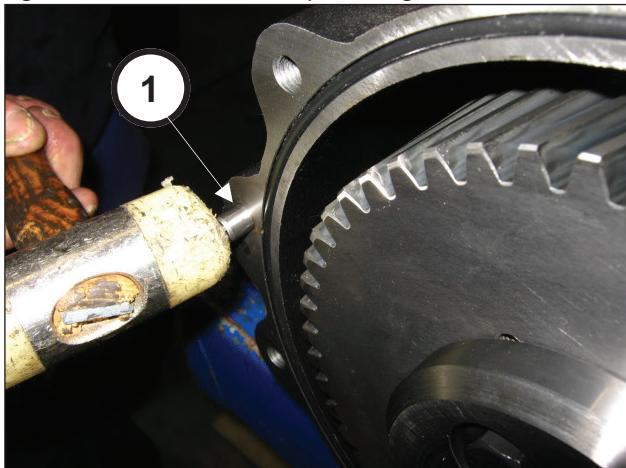

Fig. 83
Coloque os 2 pinos de Ø10x24 na caixa do redutor (pos. ①, Fig. 83) e insira o anel circular (pos. ①, Fig. 84).